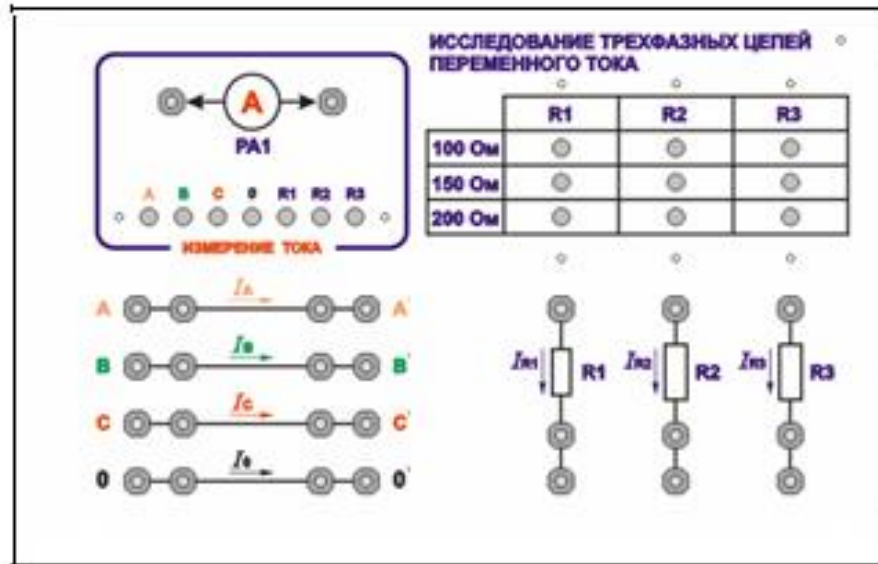

Рис. 9
1. Ознакомиться с составом съемной панели (рис. 9) лабораторного стенда для исследования трехфазной трехпроводной и четырехпроводной электрической цепи при соединении нагрузки «звездой» и «треугольником».